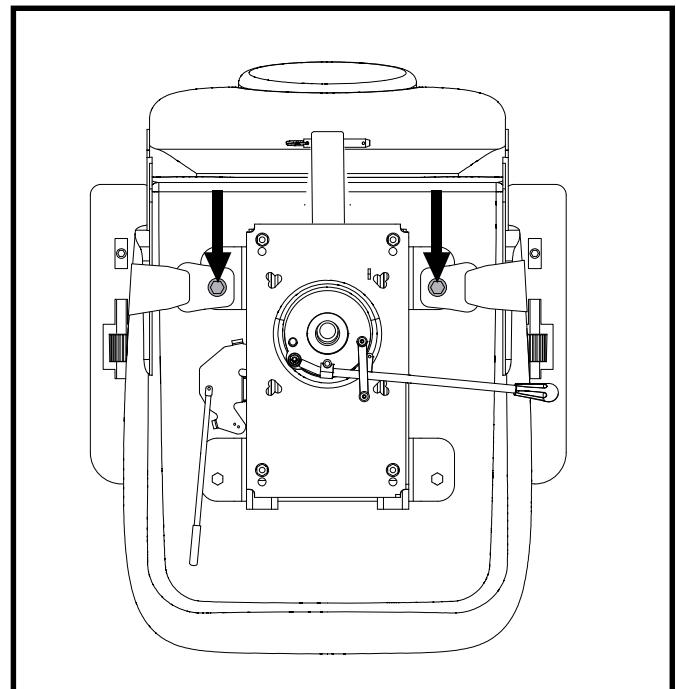

Abb. 23. Befestigungsschrauben des Rückhaltegurts
2. Sitz umdrehen, um die Unterseite einzusehen. Siehe Abb. 23.